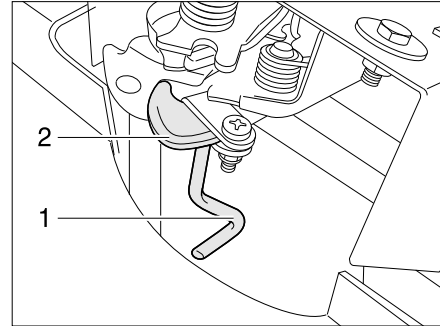

Bild 22 Entriegelungshebel Motorhaube außen
- Mit einer Hand unter die Motorhaube greifen und den Sicherungshaken (Bild 22,2) betätigen. Dazu die Verlängerung (Bild 22,1) entgegen dem Uhrzeigersinn drehen.